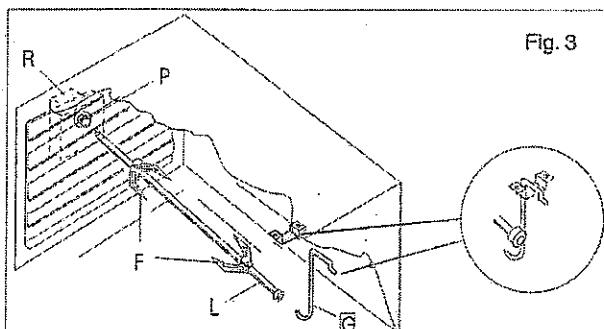

Fig. 3
- Enfiler le poulet ou la pièce à rôtir sur la broche L en prenant bien soin de l'immobiliser entre les deux fourches F et de bien l'équilibrer afin d'éviter des efforts inutiles au moto-réducteur R. (fig. 3).